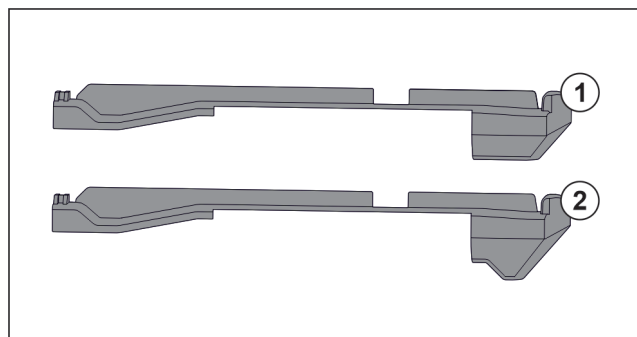

Fig. 83 Vergelijking van de insteekelementen
In het apparaat bevinden zich twee verschillende insteekelementen. Het insteekelement boven de onderste lade Fig. 83 (2) heeft een driehoekige rand. Alle overige insteekelementen Fig. 83 (1) hebben een rechte rand.
- Insteekelement Fig. 83 (2) met de driehoekige rand boven de onderste lade aanbrengen.
- Insteekelement Fig. 83 (1) met rechte rand op alle overige plekken aanbrengen.